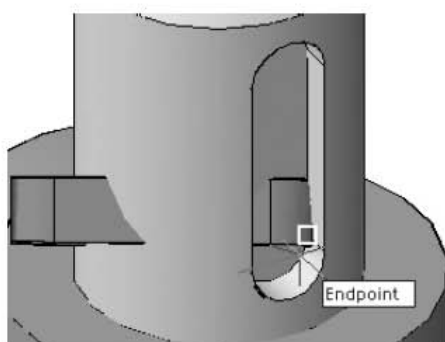

Рис. 12.55. Выбор второй точки на пробке
7. Укажите вторую точку с привязкой Конточка (Endpoint) — конечная точка дуги окружности основания шпоночного паза в пробке (рис. 12.55).